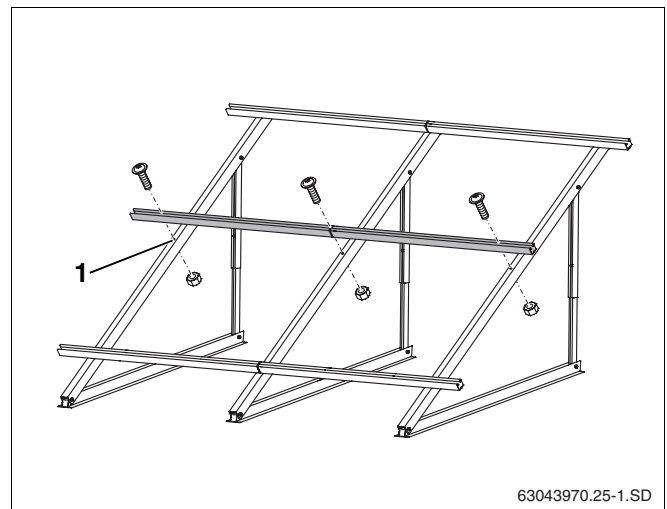

Fig. 35 Montage du rail profilé supplémentaire
- Fixer les rails profilés supplémentaires dans la perforation centrale du profil comme décrit dans le chap. 5.5.2 "Montage des rails profilés" (fig. 35, **pos. 1**).